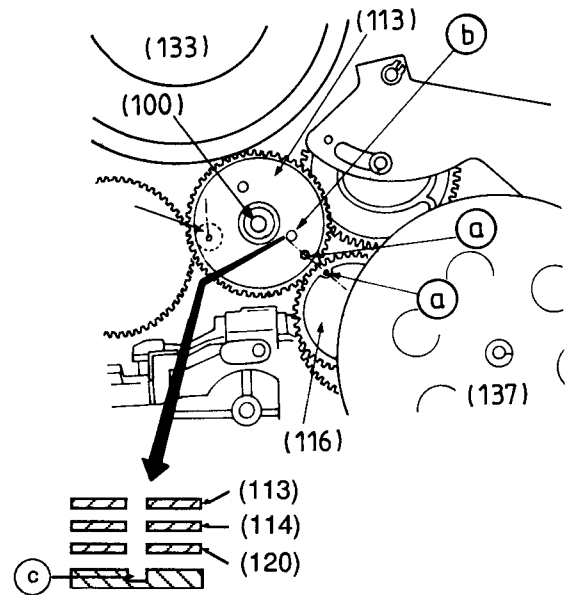

Fig. 53
- Steuerrad (113) so auf das Zwischenrad (114) stecken, daß das Markierungsloch (a) des Steuerrades (113) dem Markierungsloch (a) des Kupplungsrades (116) gegenübersteht und die Markierungslöcher (b) des Steuerrades (113), (b) des Zwischenrades (114), (b) des Ringrades (120) und (c) des Laufwerks übereinanderliegen (Fig. 53).
- Sicherungsring (100) montieren.
- Fit the Drive Gear (113) onto the Intermediate Gear (114) so that the marked hole (a) on the Drive Gear (113) is aligned towards the marked hole (a) on the Clutch Disk (116), and the marked holes (b) on the Drive Gear (113), marked hole (b) on the Intermediate Gear (114), marked hole (b) on the Ring Gear (120) and the marked hole (c) on the mechanics lie accurately over each other (Fig. 53).
- Fit the Securing Ring (100).